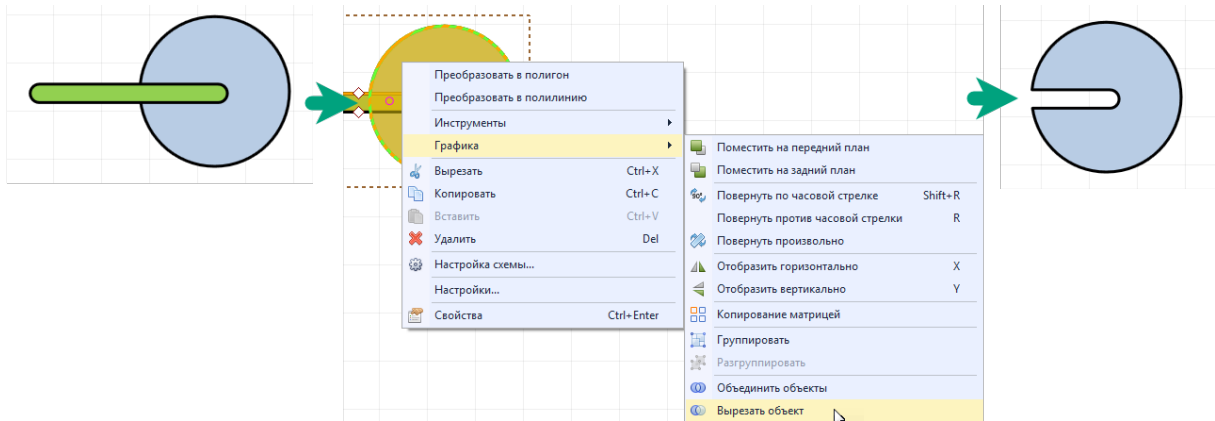

Рис. 444 Применение инструмента "Вырезать"
3. Вызовите контекстное меню и выберите пункт «Вырезать объект» в разделе «Графика» или нажмите  на панели «Графика», см. Рис. 444.